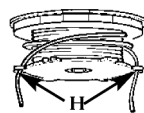

Рис. 15D
6. Вставьте каждый конец лески в щель (Н) на противоположных сторонах катушки (Рис. 15D). Модификация Вашей катушки может отличаться некоторыми элементами.